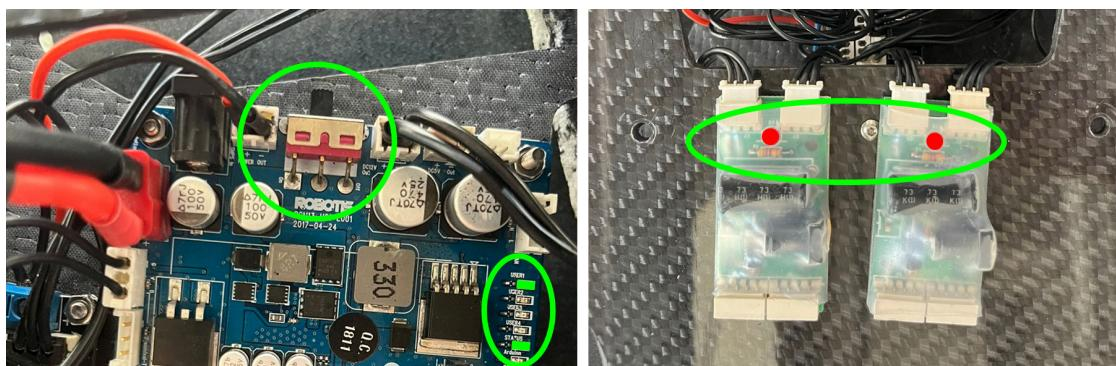

Figura 12. Robot Energizado.
5. Energize al robot moviendo el switch de la posición de ON (figura 12). Notará que al energizarse los led de los motores se encenderán momentáneamente y de los led del SMS2Dynamixel y de la Open CR se encenderán.